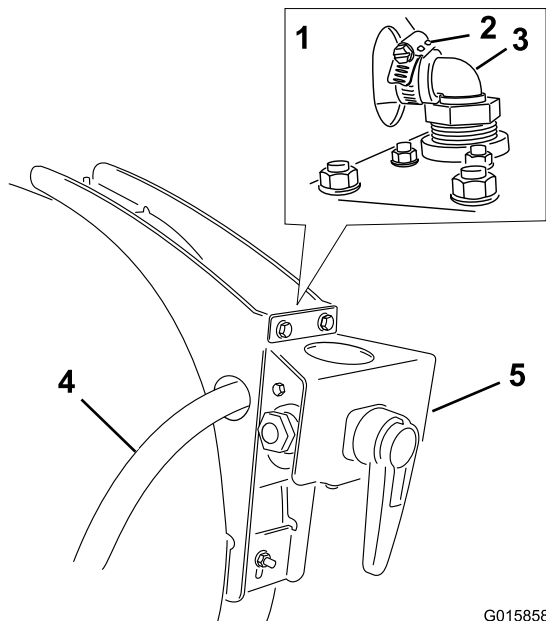

Figure 25
4. Serrez le flexible sur le raccord à 90° cannelé sur la vanne à 4 voies (Figure 25).
2. Montez le filtre en ligne de la pompe de rinçage sur les extrémités libres des flexibles qui relient la pompe de rinçage aux buses de rinçage (Figure 25).